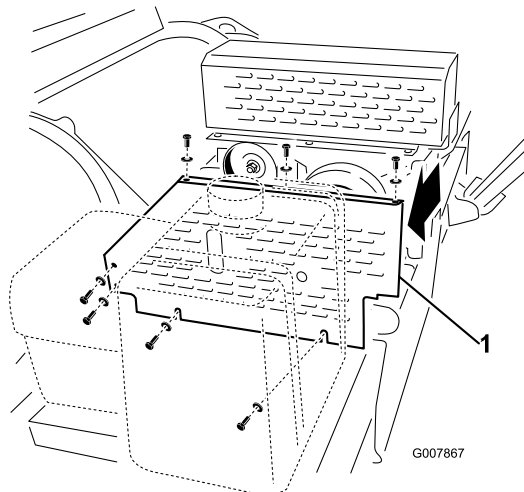

Figure 53
1. Retirez le couvercle de courroie (Figure 53).